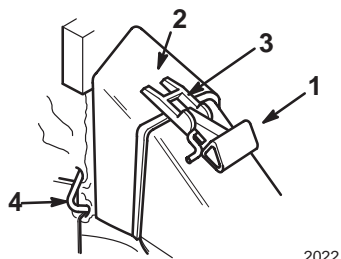

Figura 37
3. Coloque la abertura de la puerta del saco sobre el la abertura del canal de descarga tal como se muestra en la Figura 37.